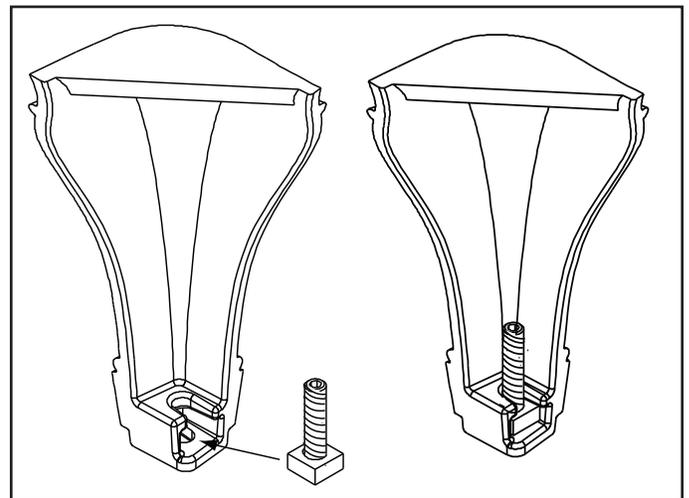

Figure 21.3
9. Glissez les assemblages de boulons/écrous Allen dans les fentes de deux des pieds, les écrous vers le bas (**Figure 21.3**).